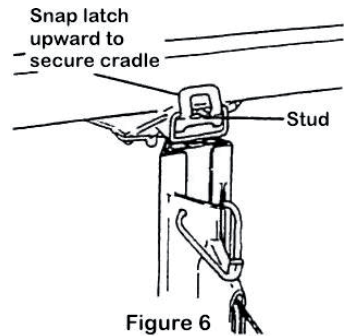

Figure 6
6. Den Plattenträger am Stativ befestigen. (Figure 6):